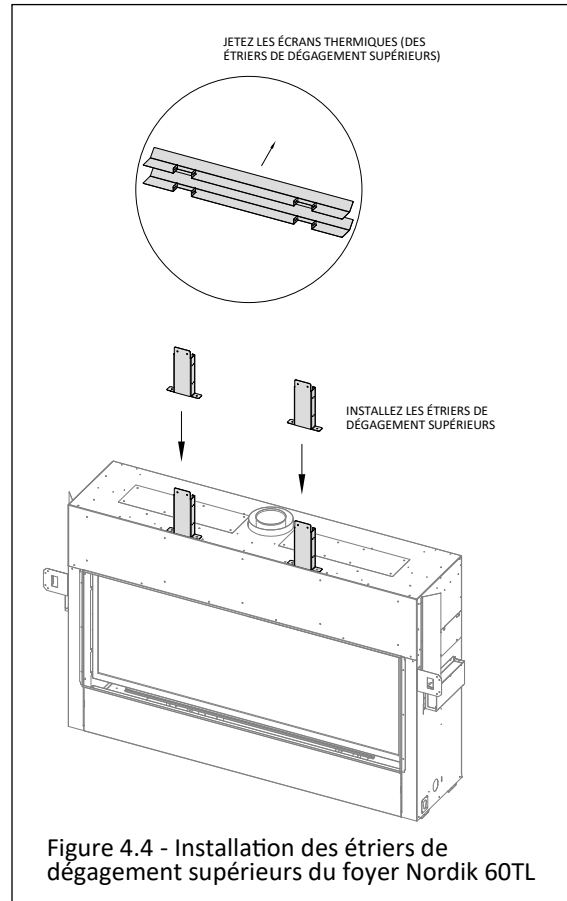

Figure 4.4 - Installation des étriers de dégagement supérieurs du foyer Nordik 60TL
7. Installez les étriers de dégagement supérieurs. Voir Figure 4.4.
8. Jetez les (2) écrans thermiques des étriers de dégagement supérieurs.